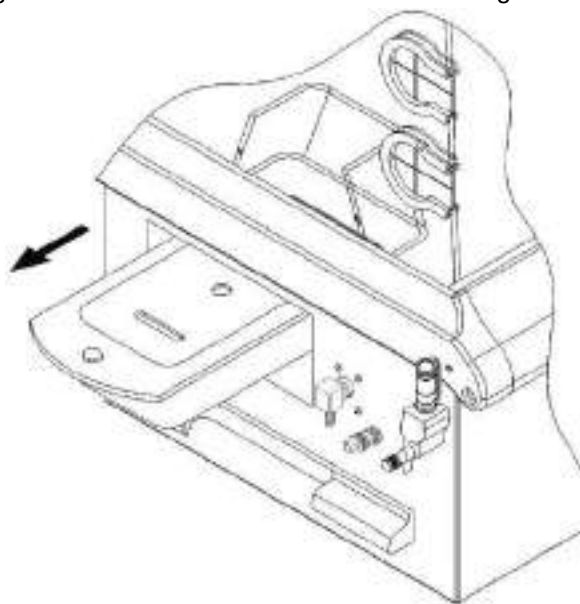

Figura 254 – Reservatório de água
6. Retire o reservatório de água da incubadora conforme indicado na figura 254.